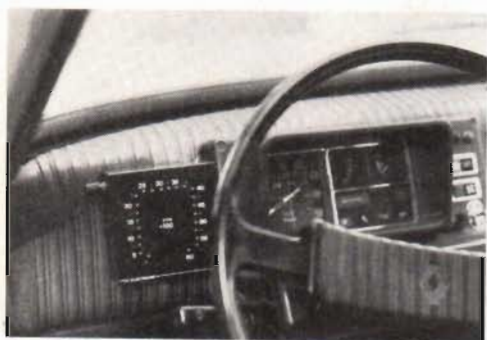

Fig 1. En prototyp av varvräknaren monterad på instrumentpanelen i en Renault R 5.
■ I detta RT-nummer, som behandlar bil-elektronik, skall vi även beskriva en ny variant av varvräknare. Skalan i denna varvräknare utgörs av 25 st lysdioder placerade i en cirkel. Ju högre varvtal, desto fler lysdioder tänds. Varvräknaren är lätt att bygga och lätt att koppla in i bilen. I *fig 1* visas ett exempel på hur den kan monteras på bilens instrumentpanel.